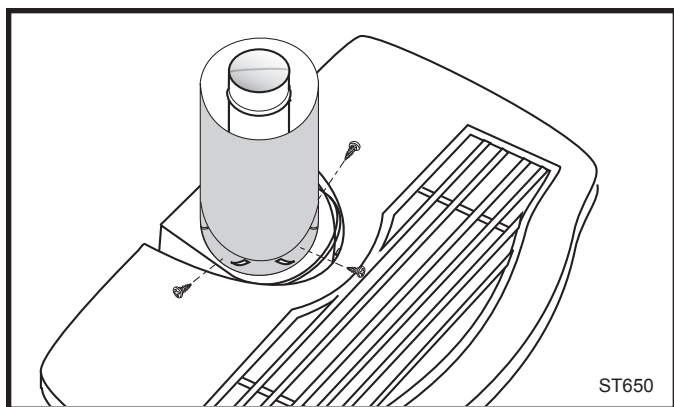

Fig. 21 Fixez le conduit extérieur au moyen des vis à tôle n° 12 x 1/2po.
4. **Installez le conduit de raccordement extérieur.** Insérez le conduit sur le collier de fumée du poêle en prenant soin d'orienter le joint vertical vers l'arrière de l'appareil. Assurez-vous également d'aligner les trous du conduit avec les trous du collier de fumée intégré au caisson. Fixez le conduit au collier de fumée au moyen des vis à tôle n° 12 x 1/2po prévues à cet effet. (Fig. 21)